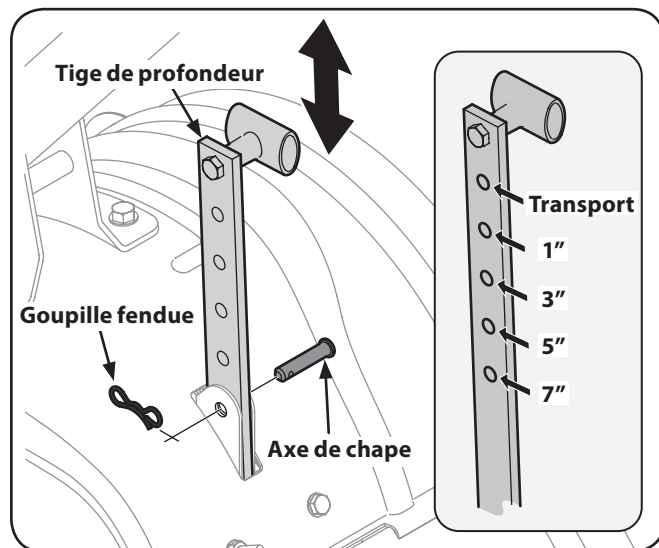

Figure 5-1
1. Lorsque vous utilisez le motoculteur pour la première fois, utilisez le deuxième réglage à partir du haut de la tige (une profondeur de labourage d'un pouce). Voir Figure 5-1.
6. Pour ajuster la tige de profondeur, retirez l'axe de chape et la goupille fendue. Placez la tige au réglage désiré et retenez-la avec l'axe de chape et la goupille fendue. Voir Figure 5-1.